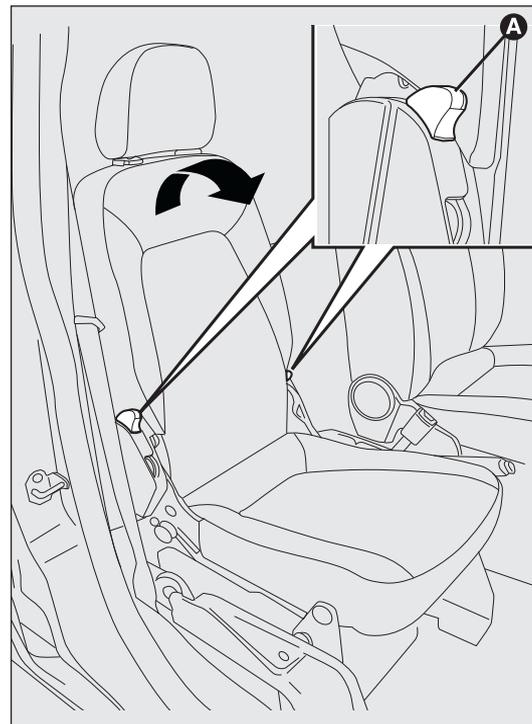

fig. 22
- actionner les leviers A-fig. 22 et rabattre en avant le dossier en glissant dans le sens indiqué par la flèche ;